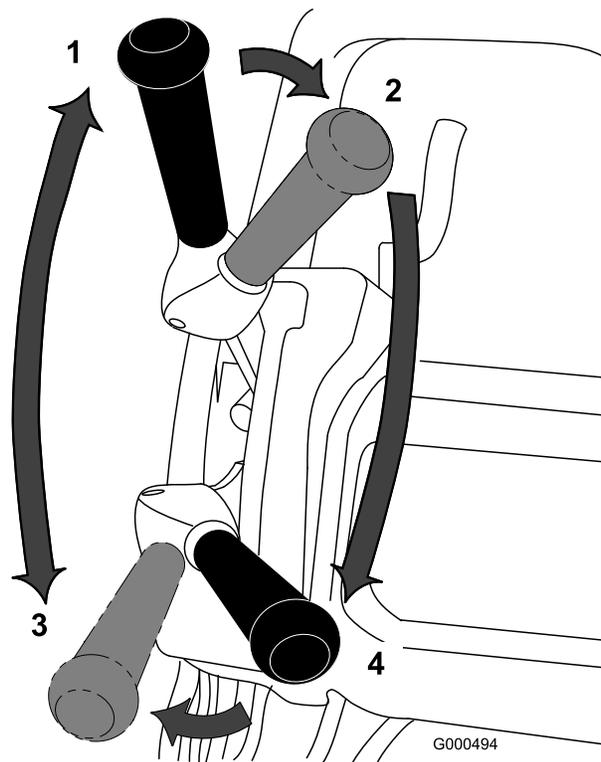

図 31
1. マシンを始動、スロットルを下げ、ハンドルを押し下げてカッティングユニットを上げ、オペレータコントロールを握り、走行レバーとリール駆動レバーを前進走行にセットして、グリーンのカラール縁に入る 図 31。
2. レバーをニュートラル位置にする 図 31。
3. 走行レバーをニュートラルにし、リールレバーを切位置にする 図 31。
4. 走行レバーを — 前進、リール駆動 — 入 位置 図 31 にして、スロットルで希望する走行速度に調整し、グリーンに入ったらカッティングユニットを降ろして刈り込みを開始する。